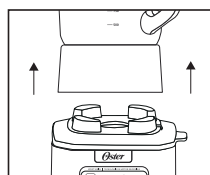

Fig. 20
1. Levante el vaso y sepárelo de la base, retire la tapa y vacíela. (Fig. 20)